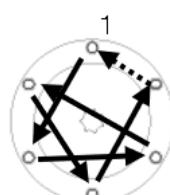

図 11-6
- ⑦ Oリングに亀裂やキズが無いか、又締付フランジ面にキズや異物が無いか確認してください。
- ⑧ フタを閉め、ナットを均等に締め付けます。（図 11-6）